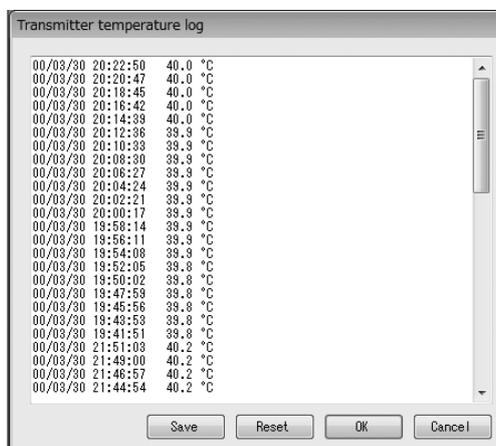

図157
- ① メニューの「Maintenance (M)」 > 「Maintenance transmitter」 > 「Transmitter temperature log」をクリックします。
- ② 次のウィンドウ (図157) が表示されます。
- ⑤ また、最新のログを表示したい場合は図157の画面で「OK」ボタンをクリックするとメッセージボックス(図160)が表示されます。